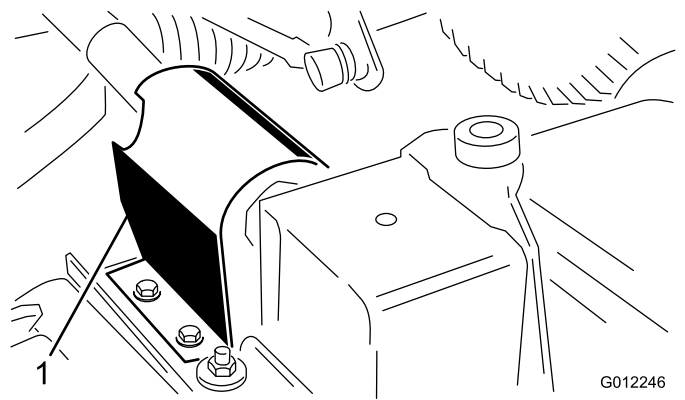

Figure 8
2. Retirez les 2 vis autotaraudeuses qui fixent la protection de la PDF au sommet de la plaque de montage de la boîte d'engrenages du plateau de coupe, et déposez la protection (Figure 8).
5. Fixez le support de rotule au bras pivotant avec (2) vis à tête (7/16 x 3 po), rondelles plates (7/16 po) et écrous à embase (7/16 po). Placez les vis à tête et les rondelles plates à l'extérieur du bras pivotant.